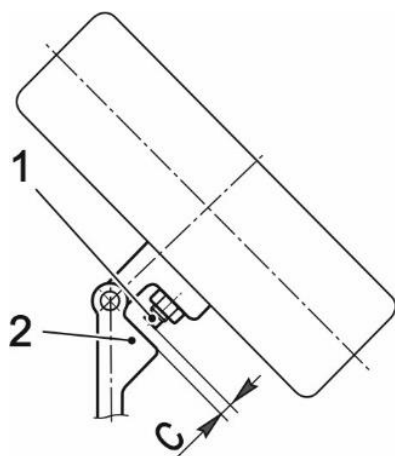

**Рис. 11.8** Схема размещения зазора под вкладыш
4. На автобусе с работающим двигателем (на холостых оборотах) и заторможенным стояночным тормозом произвести поворот рулевого колеса вправо до максимального упора колес. В процессе регулировки при повороте рулевого колеса вправо, необходимо вложить шайбу (ограничительный вкладыш) толщиной 2 мм между балкой 2 (рис. 11.8) и упорным болтом 1.
Регулировку производить в следующем порядке (рис. 11.8, 11.9):